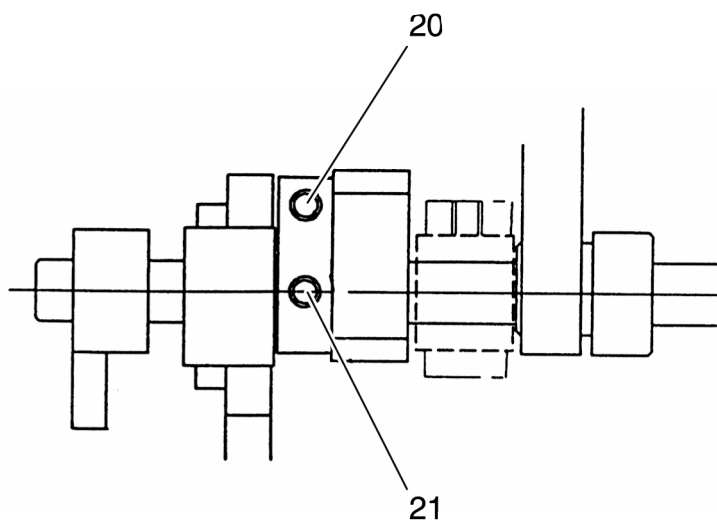

Рис. 12
- Поверните маховое колесо в нормальном направлении и ослабьте крепежный винт 20 приводного эксцентрика 21 верхнего ножа (рис. 12).